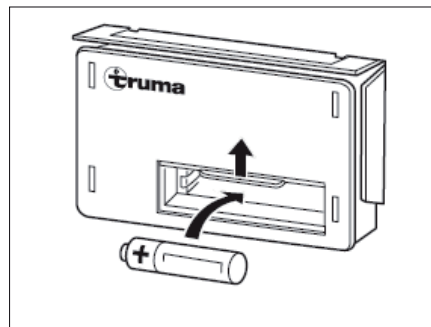

Fig. 110 Sostituzione della batteria
- Spingere verso l'alto la copertura del vano della batteria del dispositivo di accensione (Fig. 110).
- Nel vano della batteria del dispositivo di accensione (Fig. 110) inserire una batteria nuova dello stesso tipo di quella vecchia rispettando le polarità (+/-). Utilizzare solo batterie mignon resistenti alla temperatura (+70 °C) ed ermetiche.